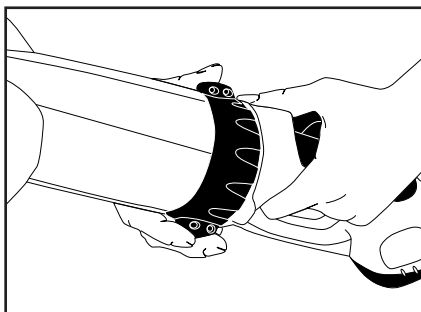

Figura 6
1. Agarre el accesorio de la herramienta firmemente con una mano (no lo agarre de una parte giratoria como el mango auxiliar) y gire el aro de seguridad que está en el mango de potencia hasta la posición de desbloqueo con la otra mano. (ver figura 6)